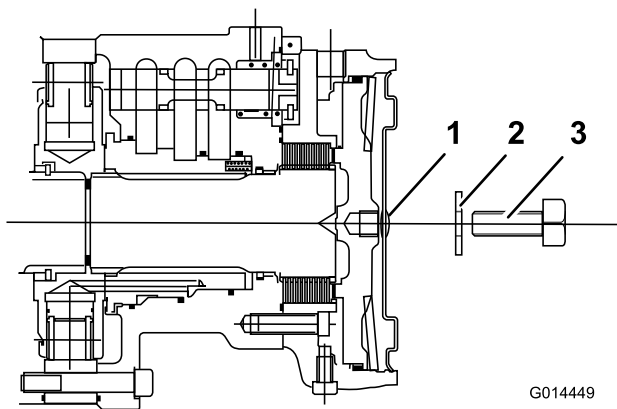

Figure 63
4. Posez une vis M12 x 40 mm munie d'une rondelle dans le trou au centre de la plaque d'extrémité du moteur (Figure 63).
5. Serrez la vis d'arrêt dans le trou fileté du piston de frein jusqu'à ce que le frein soit desserré (Figure 63).
6. Identifiez le frein à disque du moteur de roue avant gauche et répétez la procédure précédente (Figure 63).